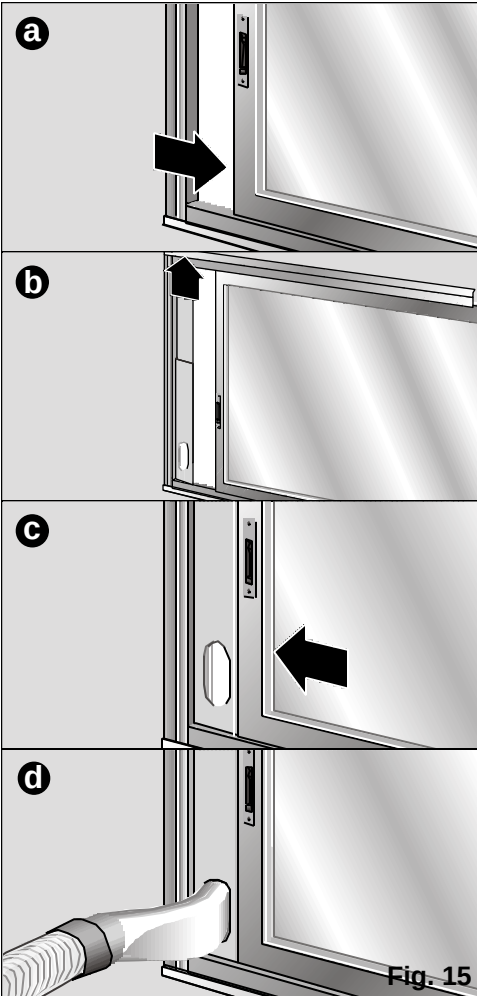

Fig. 15
- Può usarsi anche l'accessorio d'installazione slitta finestra / balcone (vedasi "Descrizione degli accessori"). **Fig. 15: a, b, c, d.** Esso serve sia per finestre orizzontali, sia verticali/ balconi.